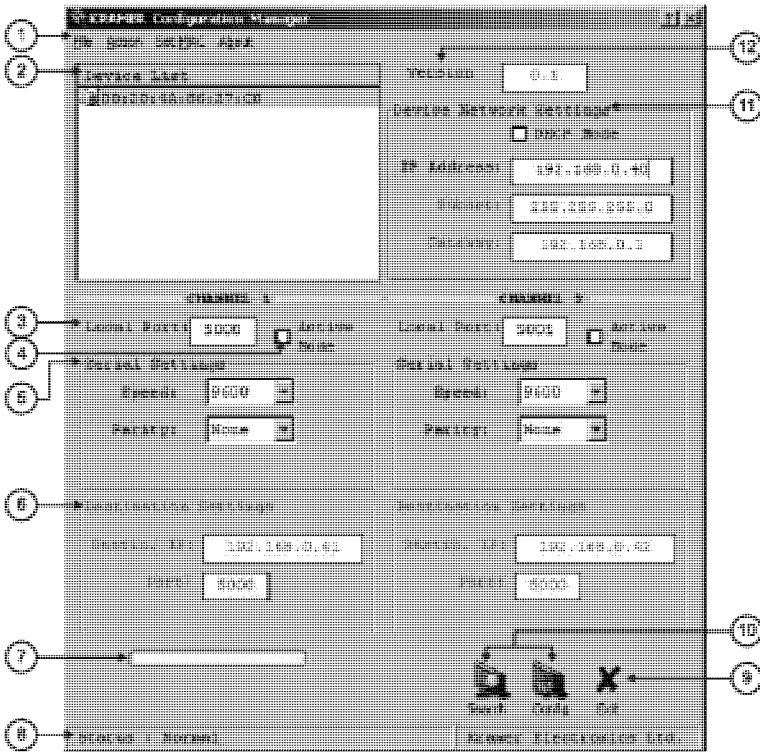

Рис. 7. Окно менеджера конфигурации FC-10ETH
3. Нажать нужную иконку в папке Программы (Programs) меню Пуск (Start). Откроется окно менеджера конфигурации **FC-10ETH** (см. рис. 7).
На рис. 7 показаны и в таблице 5 описаны элементы окна менеджера конфигурации FC-10ETH: